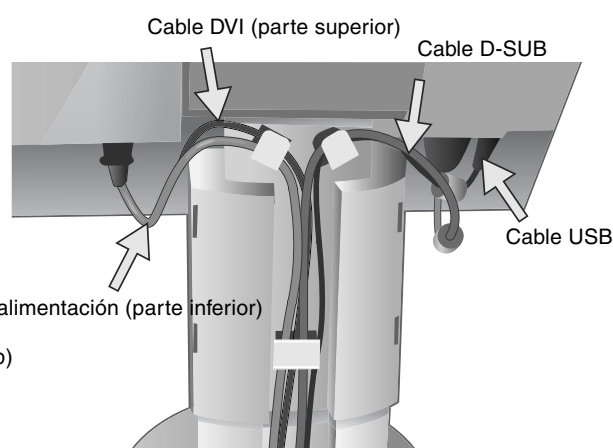

Figura C.2
5. Para manejar los cables sin problemas, coloque cada cable en el conducto en el orden que se indica: cable de alimentación, cable DVI, cable D-Sub y cable USB (**figura C.2**).